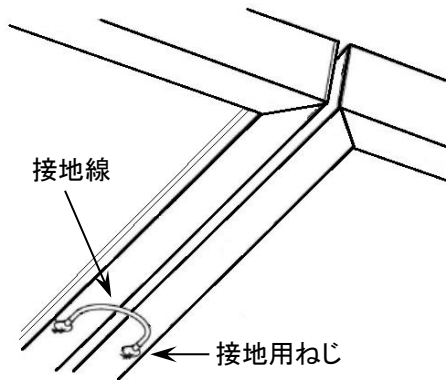

図 2 モジュール間接地工事
- ・太陽電池モジュールのフレーム上に接地穴とその位置が示されていますので、全ての太陽電池モジュールを等電位接地してください。(図 2・3 参照)